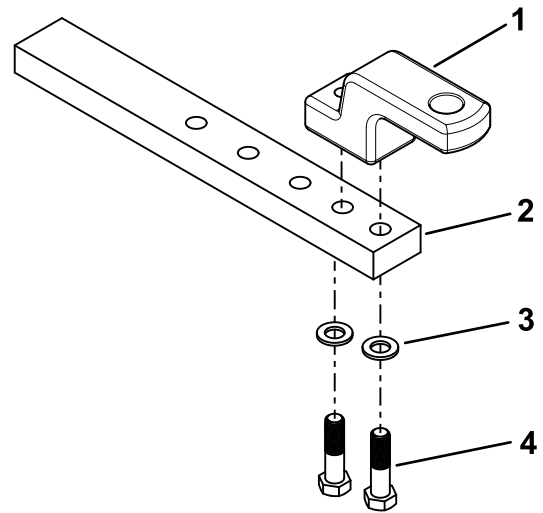

Bild 5
1. Befestigen Sie den Einhängeverschluss mit zwei Schrauben (M18) und zwei Unterlegscheiben an der Deichsel (Bild 5).